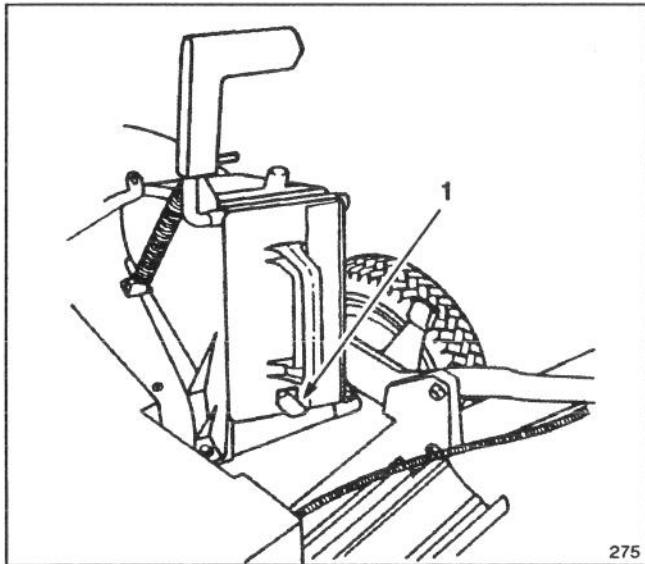

Abb. 11
3. Schieben Sie den Mulchstöpsel ganz hinein, bis die federnde Klemme am unteren Ende einrastet, wodurch der Mulchstöpsel im Auswurftunnel fest verankert wird (Abb. 11). Lassen Sie den Griff der Auswurftür los, um das obere Ende vom Mulchstöpsel zu verankern.